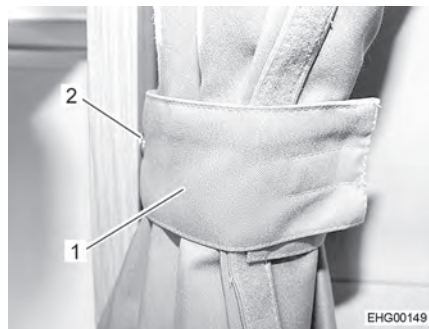

Bild 4 Mörkläggningsgardin, säkrad
- Säkra mörkläggningsgardinen med omtag (Bild 4,1) och tryckknapp (Bild 4,2).